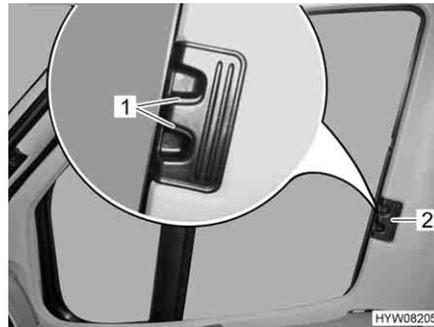

Bild 83 **Faltverdunklung für Fahrer-/Beifahrerfenster**
- Entriegelungsgriffe (Bild 83,1) zusammendrücken und gedrückt halten.
- Die Faltverdunklungen für das Fahrerfenster und das Beifahrerfenster am Griff (Bild 83,2) zur anderen Fensterseite ziehen und an den Magnetstreifen aneinanderfügen.
- Die Faltverdunklungen für das Fahrerfenster und das Beifahrerfenster am Griff (Bild 83,2) bis zum Anschlag einschieben.
- Entriegelungsgriffe (Bild 83,1) loslassen und einrasten lassen.